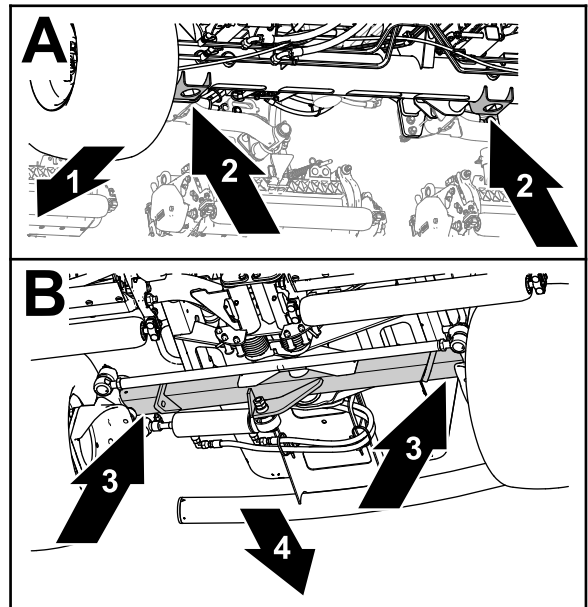

Bild 55
- Front: Die Wagenheberaufnahmen des Vorderachsrohrs (**Bild 55**).